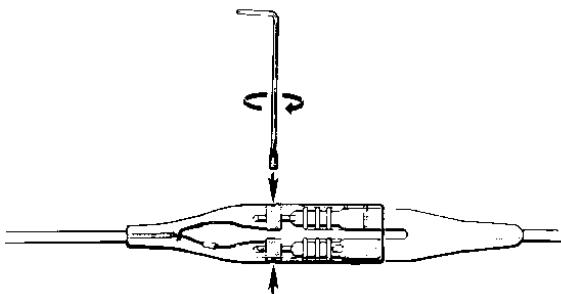

Figure 2. *Visser les vis dans les trous taraudés de chaque côté de l'adaptateur.*
3. Utiliser les clés Allen fournies (avec vis pré-fixées à leur extrémité) et visser une vis dans les trous taraudés situés de chaque côté de l'adaptateur (Figure 2).